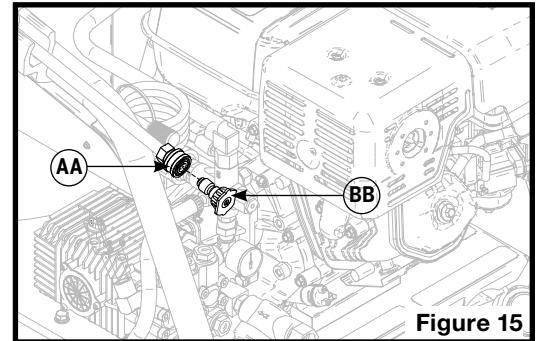

Figure 15
2. Si l'appareil a été utilisé pour l'injection de savon, installer une buse haute pression jaune, verte ou blanche (BB sur la figure 15) à la sortie de la lance (AA sur la figure 15).